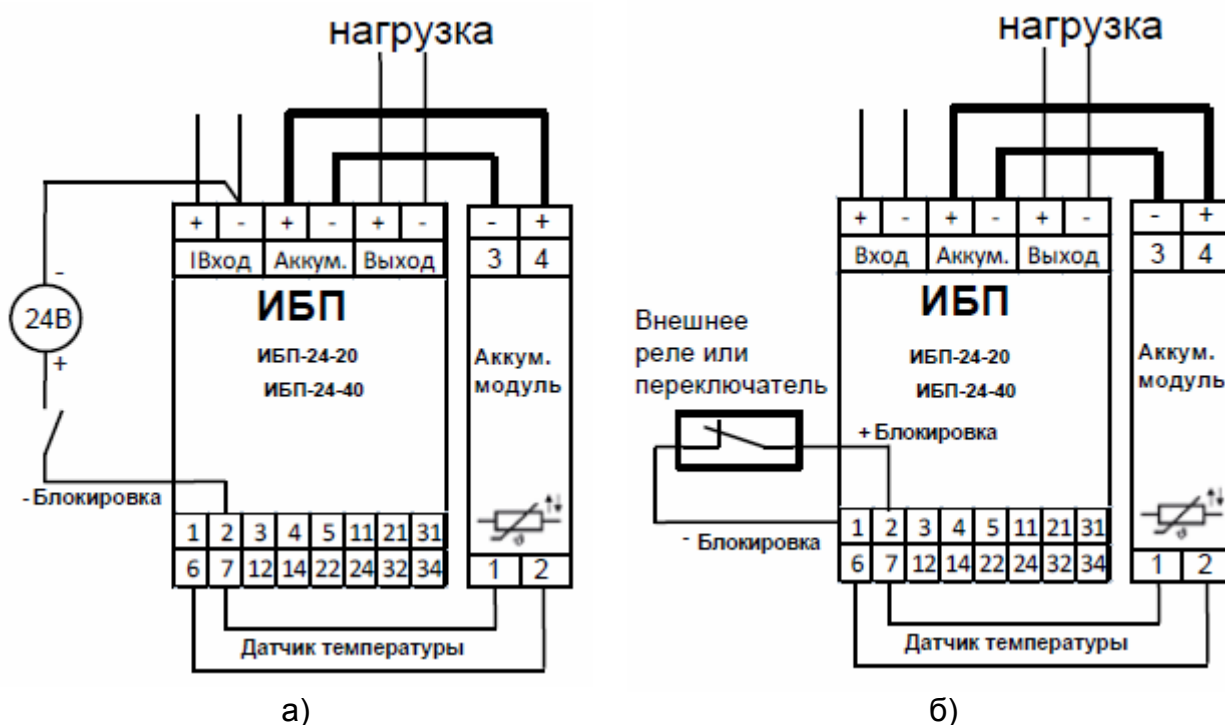

Рисунок 3. Блокировка
1.4.2 Режим работы аккумулятора может быть заблокирован со входа блокировки. Перемычка, устанавливаемая между клеммами блокировки (+) и (-), обеспечивает работу аккумулятора. Режим работы аккумулятора можно блокировать снятием этой перемычки (рис. 3а). В качестве другого варианта для включения или блокировки может использоваться внешний беспотенциальный контакт (рис. 3б). Подача активного сигнала 24 В также включает работу аккумулятора.
1.4.3 Схемы блокировок представлены на рис. 3.